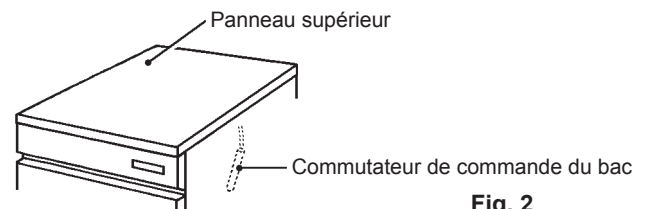

Fig. 2
5) Retirer le ruban d'expédition maintenant le commutateur de commande du bac en ouvrant la porte du bac (Fig. 2).